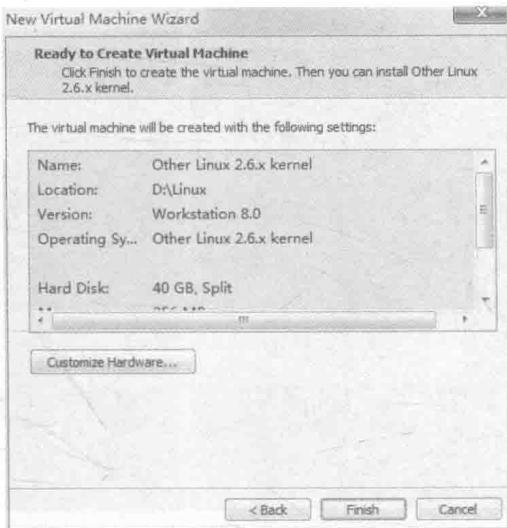

图 4-22 虚拟机创建成功界面
(12) 虚拟机创建成功，如图4-22所示，但是此时我们还没有安装Linux，接下来安装Linux。